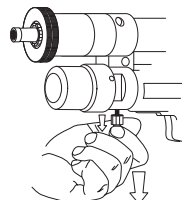

Figura 16
- 3) tirar la tuerca de protección hacia abajo hasta obtener el desbloqueo del equipo (figura 16);